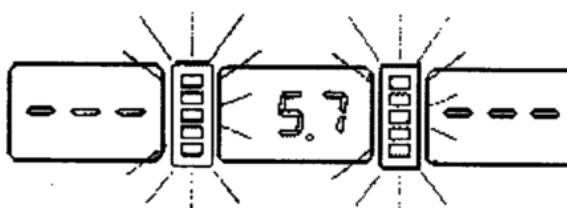

Рис. 5
- Показания будут запомнены и на табло появятся данные, как показано на рис.5.